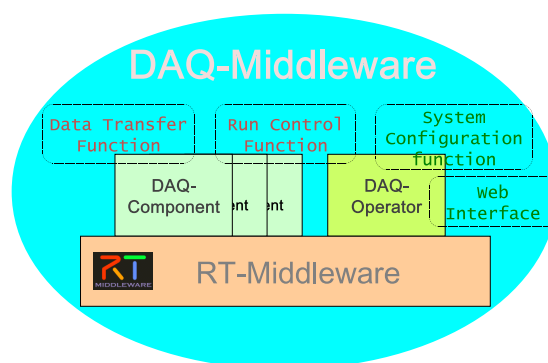

図 1: DAQ ミドルウェアと RT ミドルウェアの関係
図 1 に RT ミドルウェアと DAQ ミドルウェアの関係を表わした概念図を示します。DAQ コンポーネントは前述の RT コンポーネントを拡張して設計されています。すなわち、(1) データ収集に必要なコマンドによる状態遷移の実装、(2) RT コンポーネントのサービスポートを利用したコマンド/ステータス送受信機能の実装です。RT コンポーネントの持つ機能の一つであるデータ入出力ポートにより DAQ コンポーネント間でデータ転送を行います。DAQ オペレータは、DAQ コンポーネントを制御するためのコントローラで DAQ ミドルウェア独自のもので OpenRTM-aist-1.0.0 にはありません。ユーザから「スタート」や「ストップ」というコマンドを受け、それを各 DAQ コンポーネントへ送信しデータ収集システムの制御を行います。各コンポーネントのステータス情報等を取得しユーザや上位のフレームワークへ伝えます。また、XML 文書による DAQ システムのコンフィグレーション機能、XML/HTTP プロトコルを使用したシステム・インターフェイス機能を持っています。